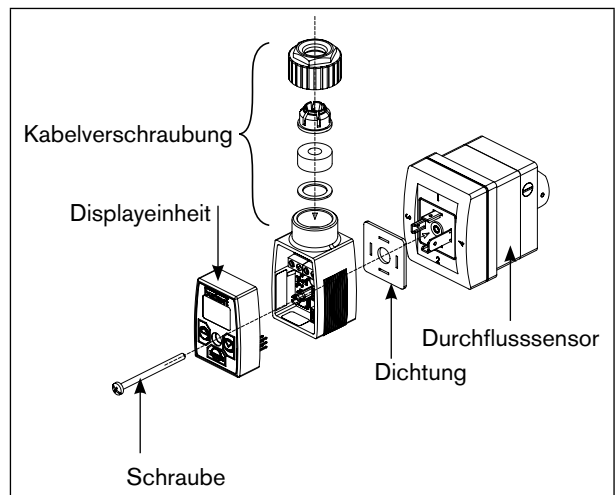

Bild 9: Anbringen des Geräts am Sensor (Beispiel eines Geräts mit Kabelverschraubung und Displayeinheit, angebracht an einem Sensor Typ SE30)
- Das Gerät richtig positionieren (siehe Bild 9) und am 4-poligen Gerätstecker des Durchflusssensors einstecken.